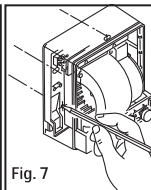
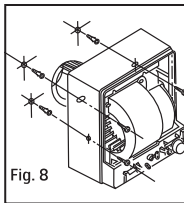

Fig. 7
Fig. 8
4. Hold bagplaten mod væggen/loftet, og markér de fire skruehuller. Skru derefter ventilatoren fast, fig. 7 og fig. 8.